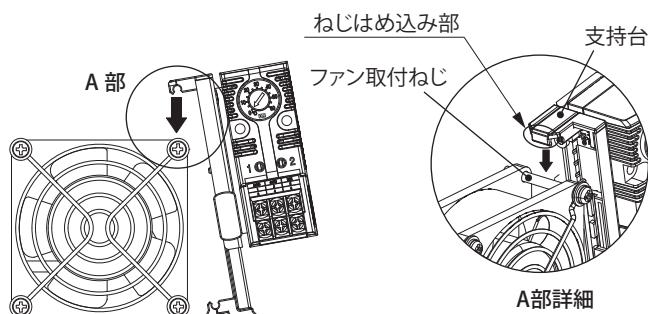

図2
3. 支持台のねじはめ込み部を、ファン取付ねじにカチッと音がするまではめ込んでください。(図2)